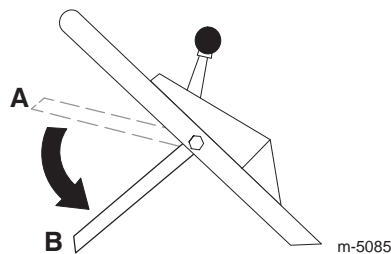

Figura 17
10. Suelte la barra de control de la cuchilla; consulte la posición B de la Figura 17. Debe oír un ruido fuerte. La cuchilla debe detenerse en tres segundos.